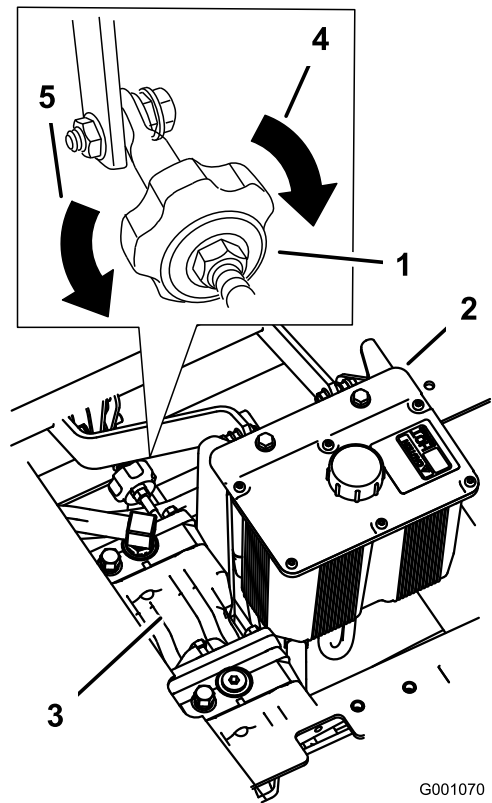

Figura 78
2. Ajuste o comprimento da barra da bomba rodando o manípulo, na direção adequada, até que a roda fique parada ou a rodar ligeiramente para trás (Figura 78).